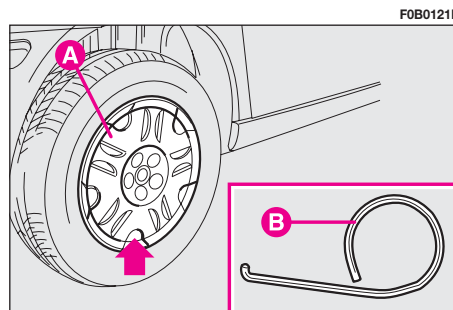

fig. 6
11) Rimuovere la coppa ruota **A**-fig. 6 (per versioni con cerchi in acciaio) o la coppa coprimozzo (per versioni con cerchi in lega) montata a pressione, utilizzando l'attrezzo **B** fornito in dotazione ed alloggiato nel contenitore del cric.